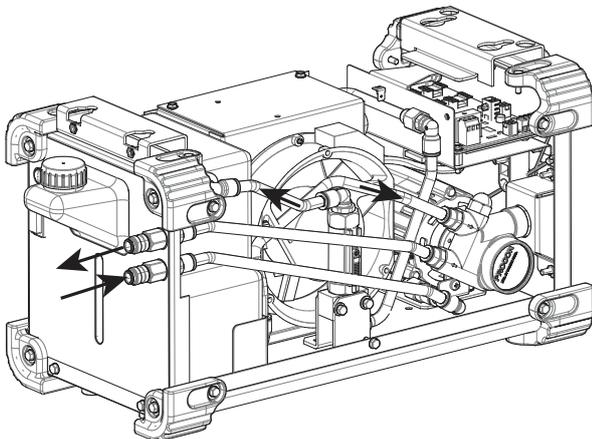

Abbildung 6
- Schließen Sie die Wasserkühlschläuche an – Abb. 6.